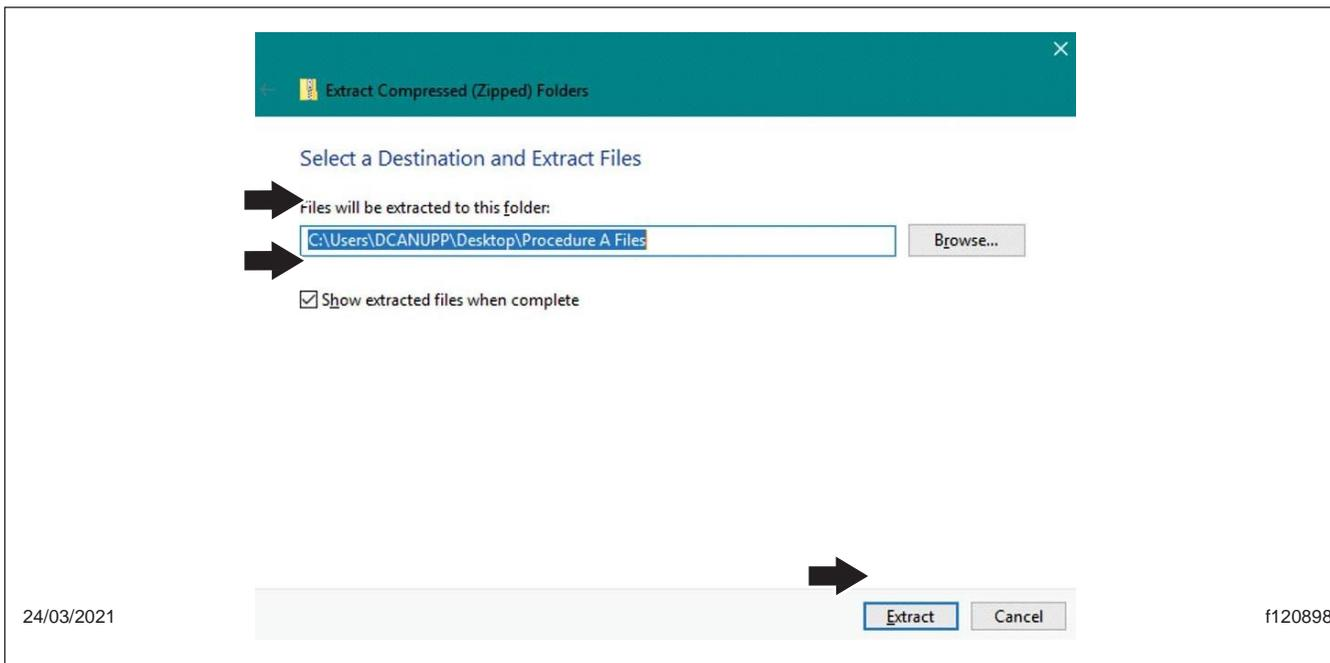

Fig. 8, Extraction du fichier
10. Autoriser l'emplacement du dossier par défaut à l'endroit où le fichier est extrait. Assurez-vous que la case « Afficher les fichiers extraits une fois terminés » est cochée, puis sélectionnez le bouton d'extraction. Voir Fig. 8